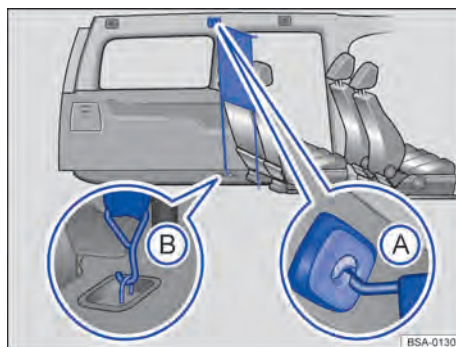

Abb. 157 Hinter der zweiten Sitzreihe: Eingebaute Netztrennwand.
1. Netztrennwand in die *hintere linke* (5-Sitzer) oder *mittlere linke* (7-Sitzer) Aufnahme im Dach einhaken → Abb. 157 A. Darauf achten, dass die Querstange über die obere Position hinaus nach unten gezogen wird.
3. Netztrennwand in die unteren Verzurrosen einhaken → Abb. 157 B.